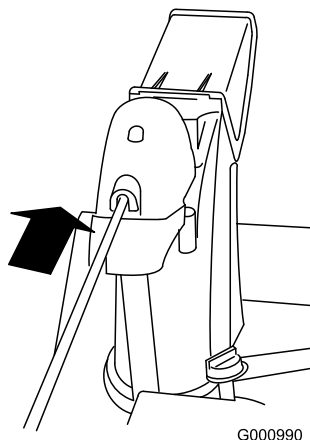

Рисунок 16
4. Вставьте передний конец штока в отверстие на задней крышке редуктора желоба так, чтобы он вошел в соприкосновение с редуктором (Рисунок 16).